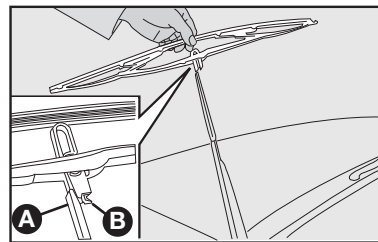

fig. 27
### Substituição das palhetas do limpador do para-brisa - fig. 27
- 2) Tirar a palheta apertando a trava **B**-fig. 27 na haste **A** e simultaneamente empurrando-a para baixo, a seguir, desengatar a palheta da haste **A**;